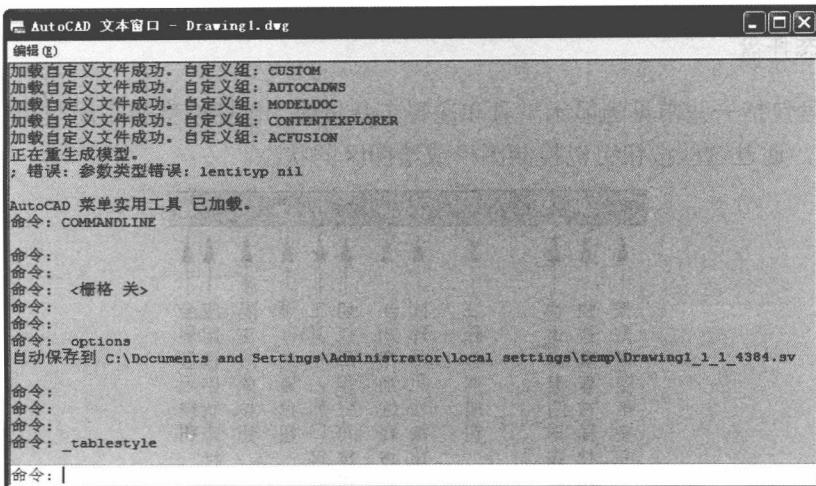

图 1-13 文本窗口
- (1) 移动拆分条，可以扩大和缩小命令行窗口。
- (2) 可以拖动命令行窗口，布置在绘图区的其他位置。默认情况下在图形区的下方。
- (3) 对当前命令行窗口中输入的内容，可以按<F2>键用文本编辑的方法进行编辑，如图 1-13 所示。AutoCAD 文本窗口和命令行窗口相似，可以显示当前 AutoCAD 进程中命令的输入和执行过程。在执行 AutoCAD 某些命令时，会自动切换到文本窗口，列出有关信息。
- (4) AutoCAD 通过命令行窗口，反馈各种信息，也包括出错信息，因此，用户要时刻关注在命令行窗口中出现的信息。